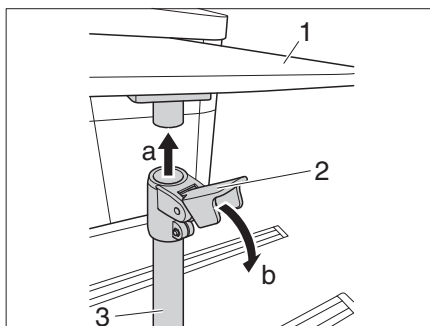

Figura 12 Enganchar pie de apoyo
- Girar el tablero de mesa (Figura 12,1) 90°.
- Meter pie de apoyo (Figura 12,3) en el tablero de mesa (a).
- Presionar la fijación (Figura 12,2) hacia abajo (b).